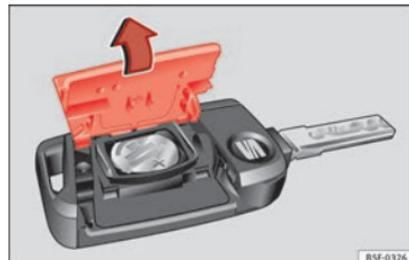

Fig. 118 Clé du véhicule : ouvrez le cache du logement des piles.
- Retirez le couvercle de la partie arrière de la clé du véhicule » fig. 118 dans le sens de la flèche » ❶.
- Placez le couvercle comme indiqué » fig. 118, et appuyez-le sur le boîtier de la clé du véhicule dans le sens contraire de la flèche jusqu'à ce qu'il s'encastre.
❶ ATTENTION